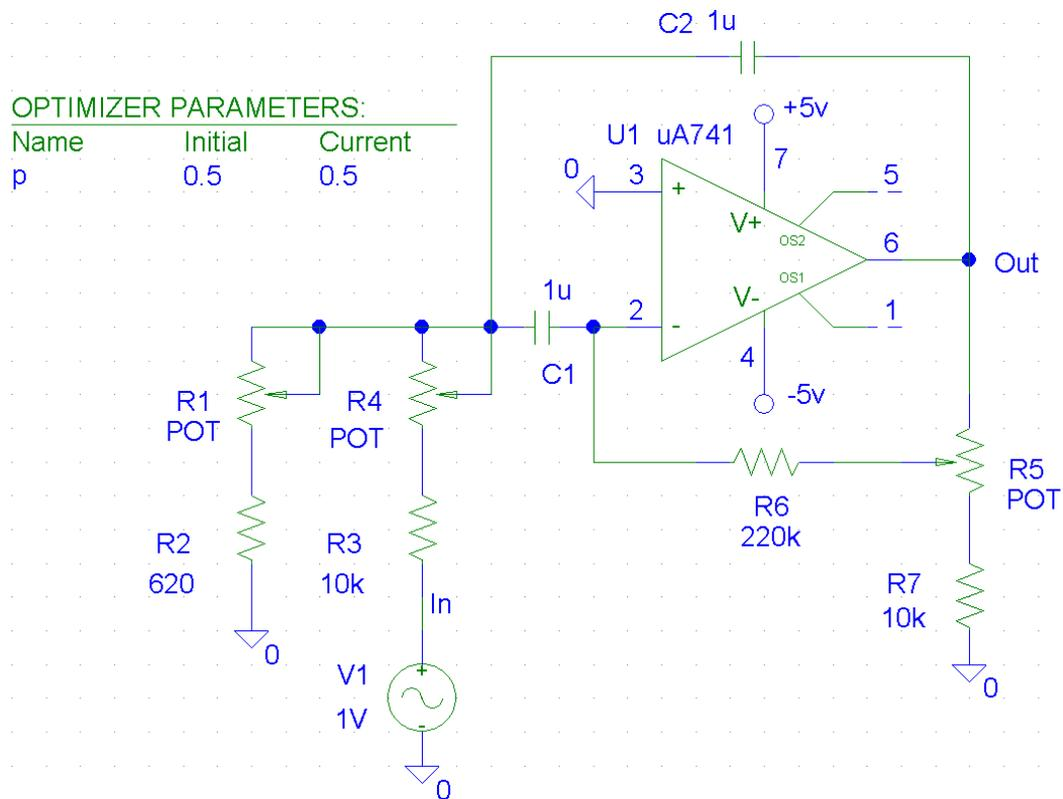

Рисунок 8.4 – Схема полосового фильтра на ОУ
8.4.1 Создать новый проект. В PSpice Schematics подготовить схему полосового фильтра для АС анализа и сформировать список оптимизируемых параметров (**рис. 8.4**).